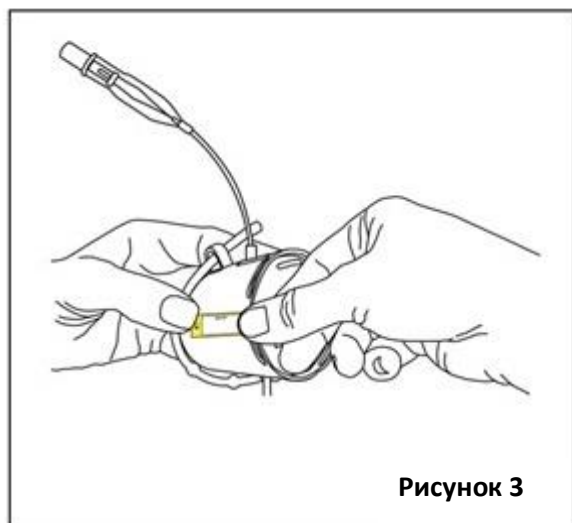

Рисунок 3
- 1.4. Прикрепите наклейку с указанием дня и напишите **предполагаемую дату замены** с учетом 14-дневного срока службы устройства [Рисунок 3].